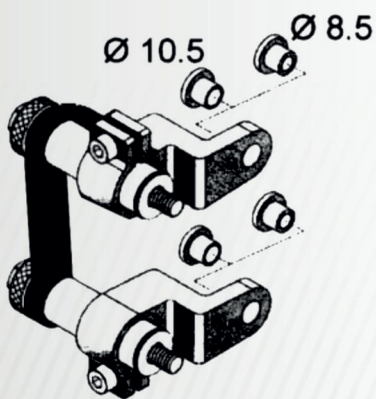

Рисунок 14
2. Определите какие вставки для крепежного адаптера использовать в зависимости от диаметра (см. рис.14): М8 – используйте вставки Ж8,5 в кронштейн крепежного адаптера. М9-М10 – используйте вставки Ж10,5 в кронштейн крепежного адаптера. М12-М14 – не используйте вставки